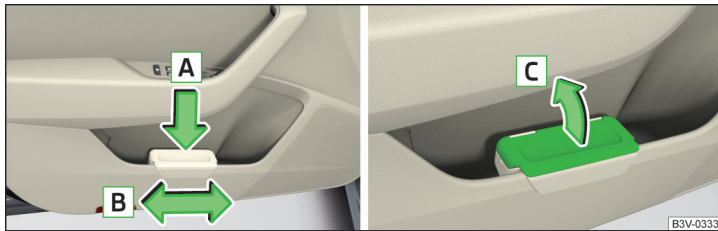

Abb. 93 Abfallbehälter: einsetzen und verschieben / öffnen
» Abb. 93.
- Den Abfallbehälter entgegen der Pfeilrichtung **A** herausnehmen » Abb. 93.
- Den Deckel in Pfeilrichtung **C** anheben » Abb. 93.